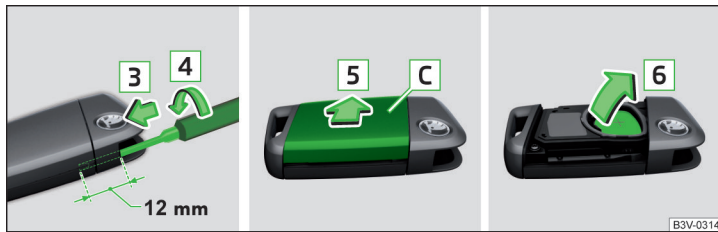

Fig. 356 Remplacer la batterie
- Insérez un tournevis à tête plate fin (3 mm d'épaisseur) à 12 mm env. dans l'ouverture en résultant dans le sens de la flèche **3** » fig. 356.